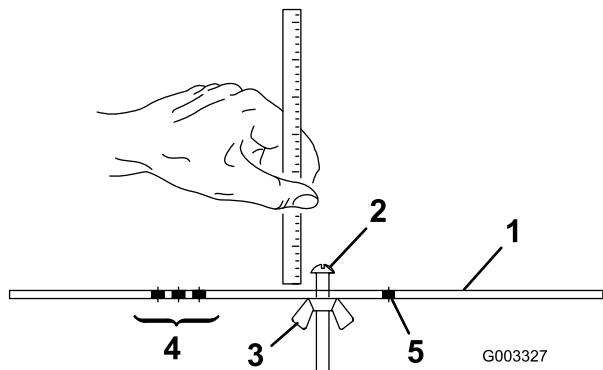

Figura 24
2. Desaperte a porca da barra indicadora (Figura 24) e regule o parafuso de ajuste para a altura de corte desejada.